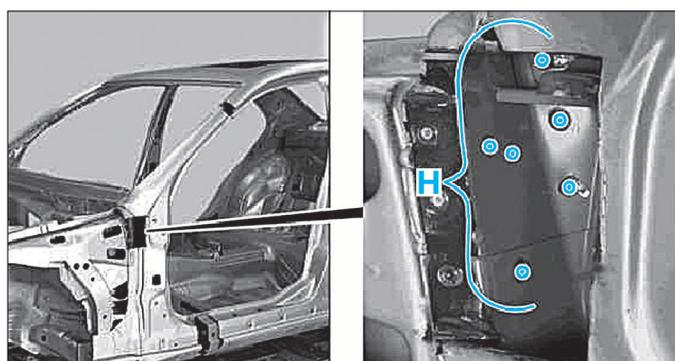

FIG. 32
- Fraiser les points de soudure dans la zone (H) (Fig.32).